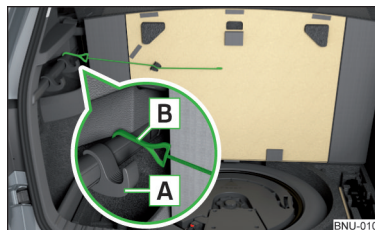

Fig. 134
- › Împingeți cârligul din față **A** peste șipcă cât de mult posibil și rabatați-l în jos până la limită » fig. 134.